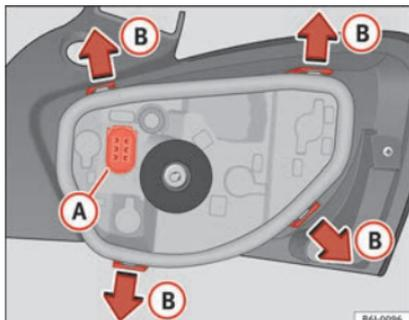

Fig. 109 Cambio delle lampadine delle luci posteriori.
- Rimuovere il portalampadine separandolo dalla scatola. Premere sulle linguette **B** nel senso indicato dalle frecce »» **fig. 109.**